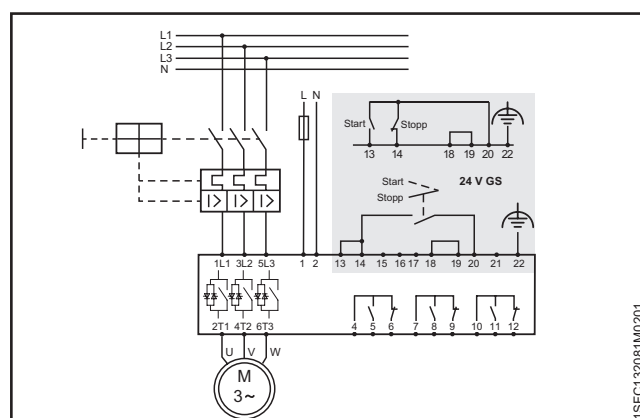

Abbildung 2.6
7. Schließen Sie bei Verwendung der Signalausgangsrelais die Klemmen 4, 5, 6, 7, 8, 9, 10, 11 und 12 an. Es handelt sich um potentialfreie Anschlüsse für maximal 250 V AC, 1,5 A AC-15 und 30 V DC, 5 A DC-12. Siehe **Abbildung 2.6**.